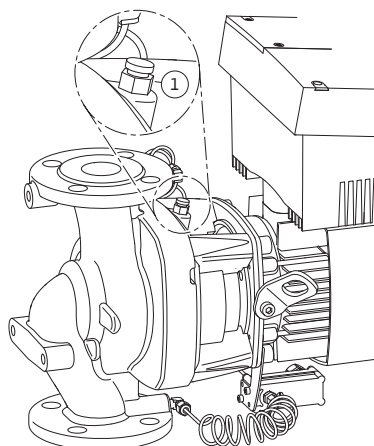

Fig. 47: Odzračevalni ventil
- Črpalke odzračite s popuščanjem odzračevalnih ventilov (Fig. 47, poz. 1). Suhi tek uniči drsno obročno tesnilo črpalke. Senzorja diferenčnega tlaka se ne sme odzračevati (nevarnost uničenja).